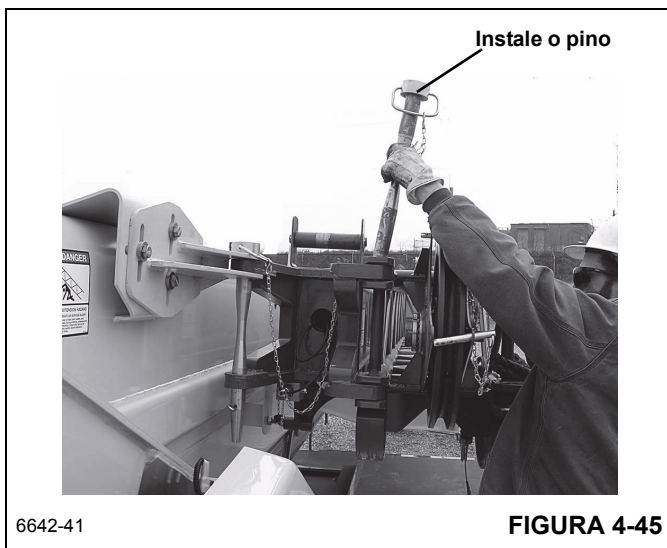

FIGURA 4-45
15. Se a seção de 7 m (23 pés) de duas seções não foi usada, remova o pino de retração das duas seções e instale na conexão da seção da base. Instale o grampo de retenção Figura 4-45.